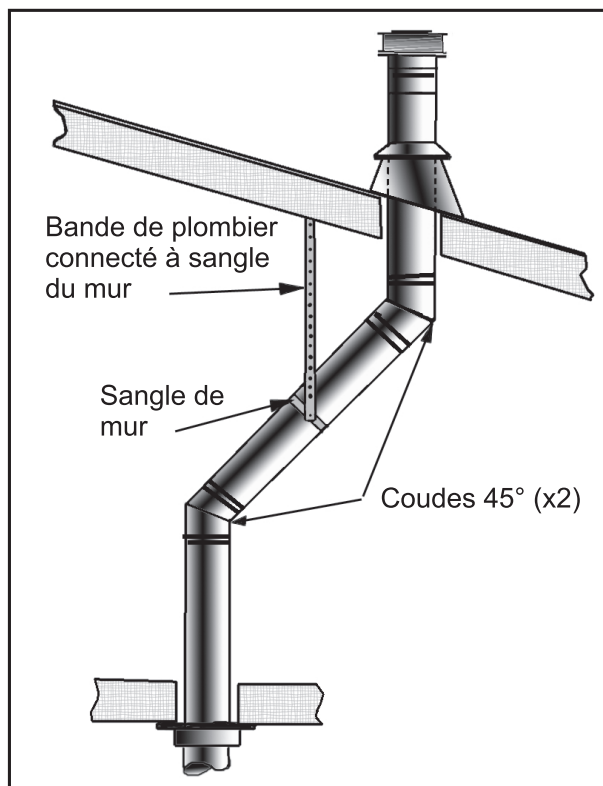

Figure 48: L'utilisation des sangles murales.
- (1) Si vous devez déplacer le système d'évacuation dans le grenier pour éviter les obstacles, il est important de supporter le conduit à chaque 3 pi (914 mm) pour éviter du stress sur les coudes, ou la possibilité de séparation des joints. Des sangles de mur sont disponibles à cette fin (voir la Figure 48).
- (2) Quand possible, utilisez des coudes de 45° au lieu de ceux de 90°. Les coudes de 45° causent moins de restriction au flux de gaz et d'air.